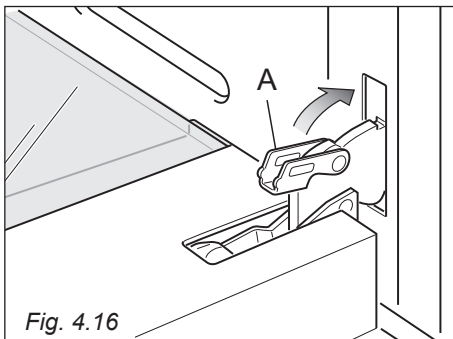

Fig. 4.16
- Chiudere le leve "A" delle cerniere destra e sinistra (fig. 4.16).